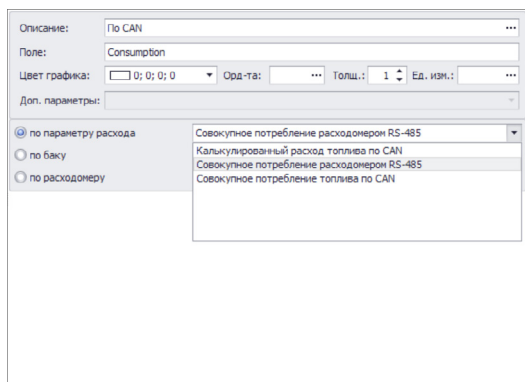

Рис.42. Расчет расхода по параметру.
2. Настройка расчета расхода по показаниям устройства «ПОРТ-3» / данным с шины CAN (Рис.42). Для того чтобы программа использовала показания устройства ПОРТ-3 или данные с шины CAN транспортного средства для расчета расхода топлива, необходимо выбрать опцию «по параметру расхода» и в выпадающем списке выбрать нужную настройку: